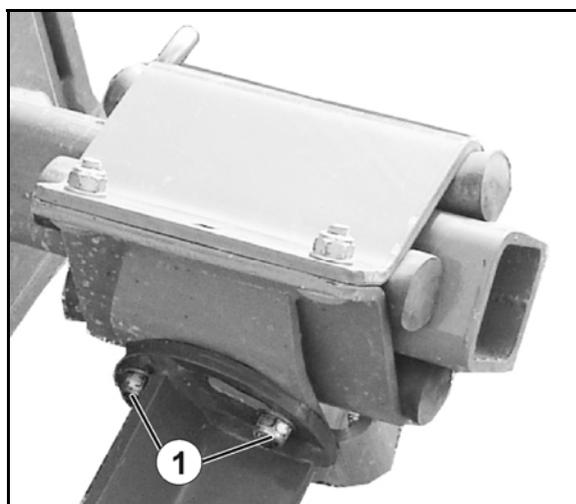

Рис. 51
2. Ослабьте 3 резьбовых соединения (Рис. 51/1).